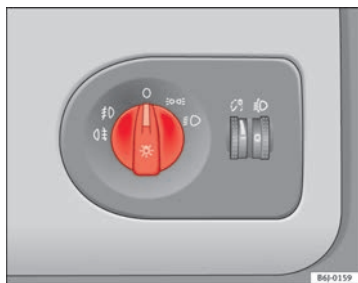

Abb. 53 Ausschnitt aus der Instrumententafel: Schalter für Licht, Nebelscheinwerfer und Nebelschlussleuchte
- Drehen Sie den Lichtschalter → Abb. 53 in Stellung ☀.